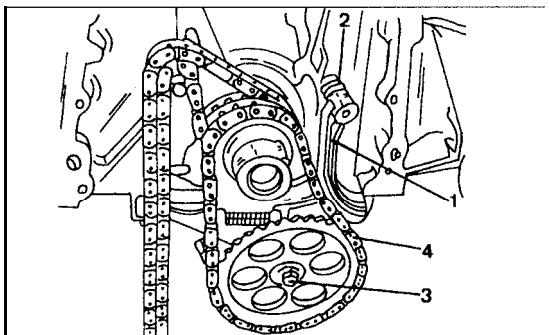
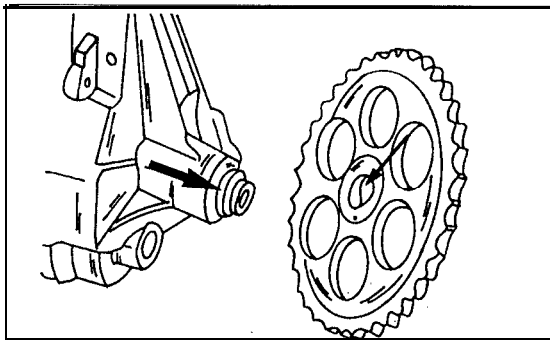

Bild 171
Bild 174
Der Motor wird mit einer Druckumlaufschmierung mit Öl versorgt. Eine Zahnradpumpe liefert den zur Schmierung erforderlichen Druck. Die Pumpe wird durch eine getrennte Einzelrollenkette vom Steuerrad der Kurbelwelle angetrieben. Die Kette wird durch einen Kettenspanner mit Torsionsfeder gespannt gehalten, wie es aus Bild 171 ersichtlich ist.
- Die Schraube des Kettenrades („3“, Bild 171) der Ölpumpe lösen und mit der Scheibe abnehmen. Das Antriebsrad der Ölpumpe zusammen mit der Antriebskette (4) von der Welle herunterziehen. Beim Einbau des Kettenrades wird man feststellen, dass eine Seite des Kettenrades gewölbt ist. Diese Wölbung muss zur Ölpumpe weisen. Bild 174 zeigt die Stelle des Kettenrades mit dem Pfeil. Ebenfalls ist die Kettenradbohrung mit einem Profil versehen, welches richtig über die Pumpenwelle eingreifen muss.
- Kettenrad entsprechend Bild 174 auf die Welle stecken und die Schraube mit Scheibe eindrehen und mit 32 Nm anziehen.